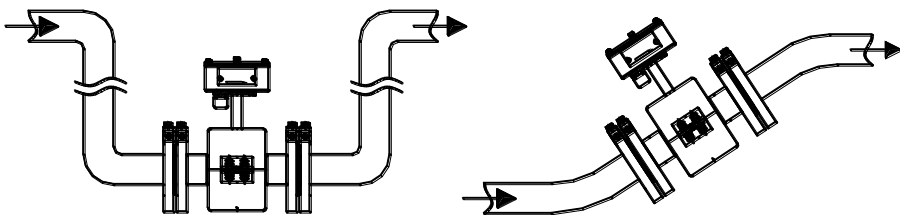

Рисунок 2
4.2.2 В месте установки ППР в трубопроводе не должен скапливаться воздух. Наиболее подходящее место для монтажа – нижний или восходящий участок трубопровода (см. рисунок 2).